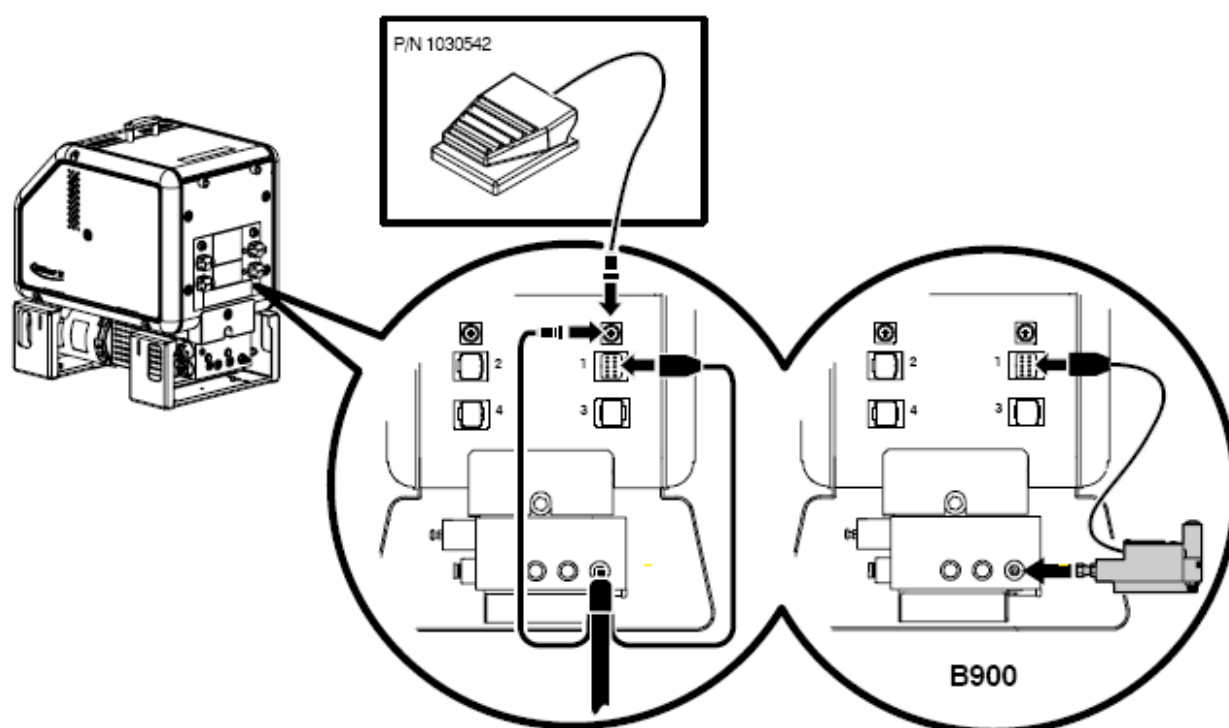

图 3-4 连接切换式手喷枪喉管或脚踏开关
参见图 3-4。
- 参见图 3-4。B900N 电子枪能够直接连接至分歧座。如果要连接 B900N 则必须激活操作参数 12 或 13。参考附录 B，操作参数。